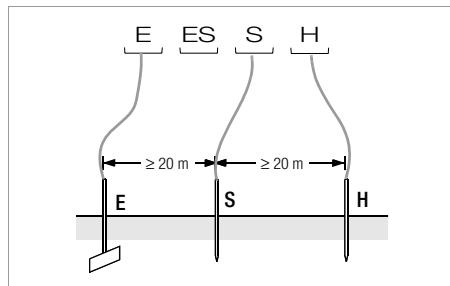

Bild 2 Messung des Erdungswiderstandes nach dem Dreileiterverfahren
- ❖ Setzen Sie die Spieße für Sonde und Hilfsleiter in mindestens 20 m bzw. 40 m Entfernung vom Erder (vgl. Bild 2 Seite 14).